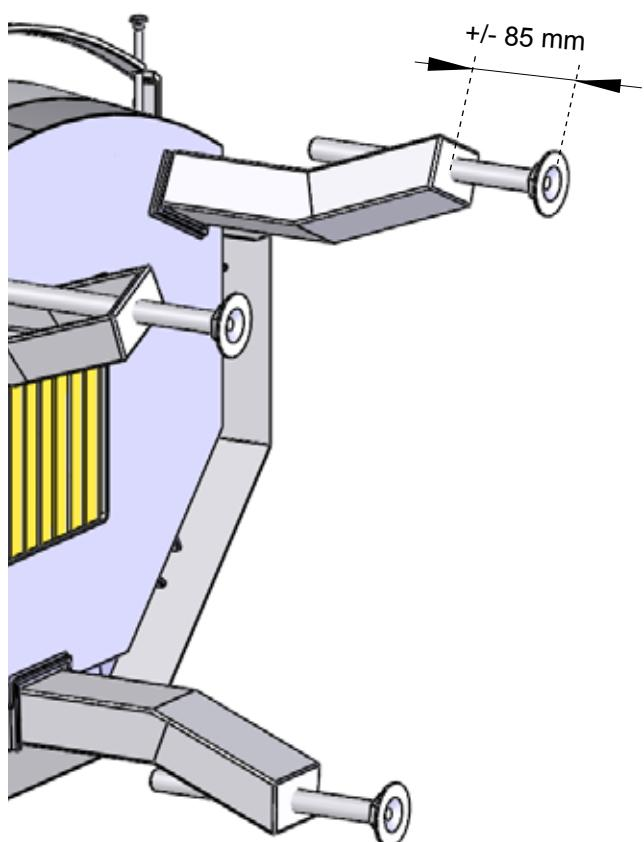

FIG 3 T
FIG 3: In case of inflammable flooring, the area inside the insert needs to be covered by a steel plate (1) that is at least 0,7 mm thick. Place the insert (2) as shown and connect the flue to the chimney.
RYS. 3: W przypadku pokrycia podłogowego z materiału palnego, powierzchnię podłogi pod wkładem należy przykryć blachą stalową (1) o grubości minimum 0,7 mm. Umieścić wkład (2) zgodnie z rysunkiem i wykonać połączenie kominowe.